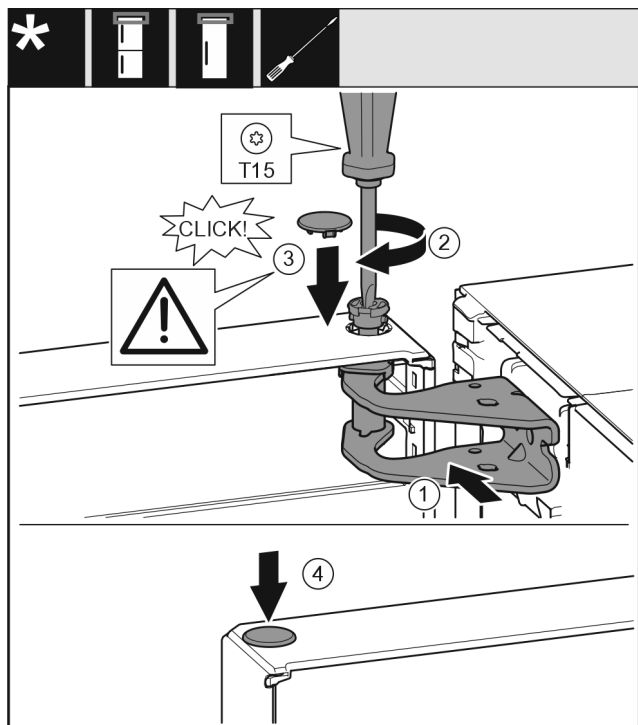

Fig. 21
- ▶ Justér døren foroven i forhold til åbningen i hængselbukken. Fig. 21 (1)
- ▶ Indsæt bolt Fig. 21 (2), og skru den fast med en skruetrækker.
- ▶ Monter sikringsafdækningen Fig. 21 (3) til sikring af døren: Indsæt sikringsafdækningen, og kontrollér, om den hviler på døren. Ellers sættes bolt helt ind.
- ▶ Indsæt proppen Fig. 21 (4).